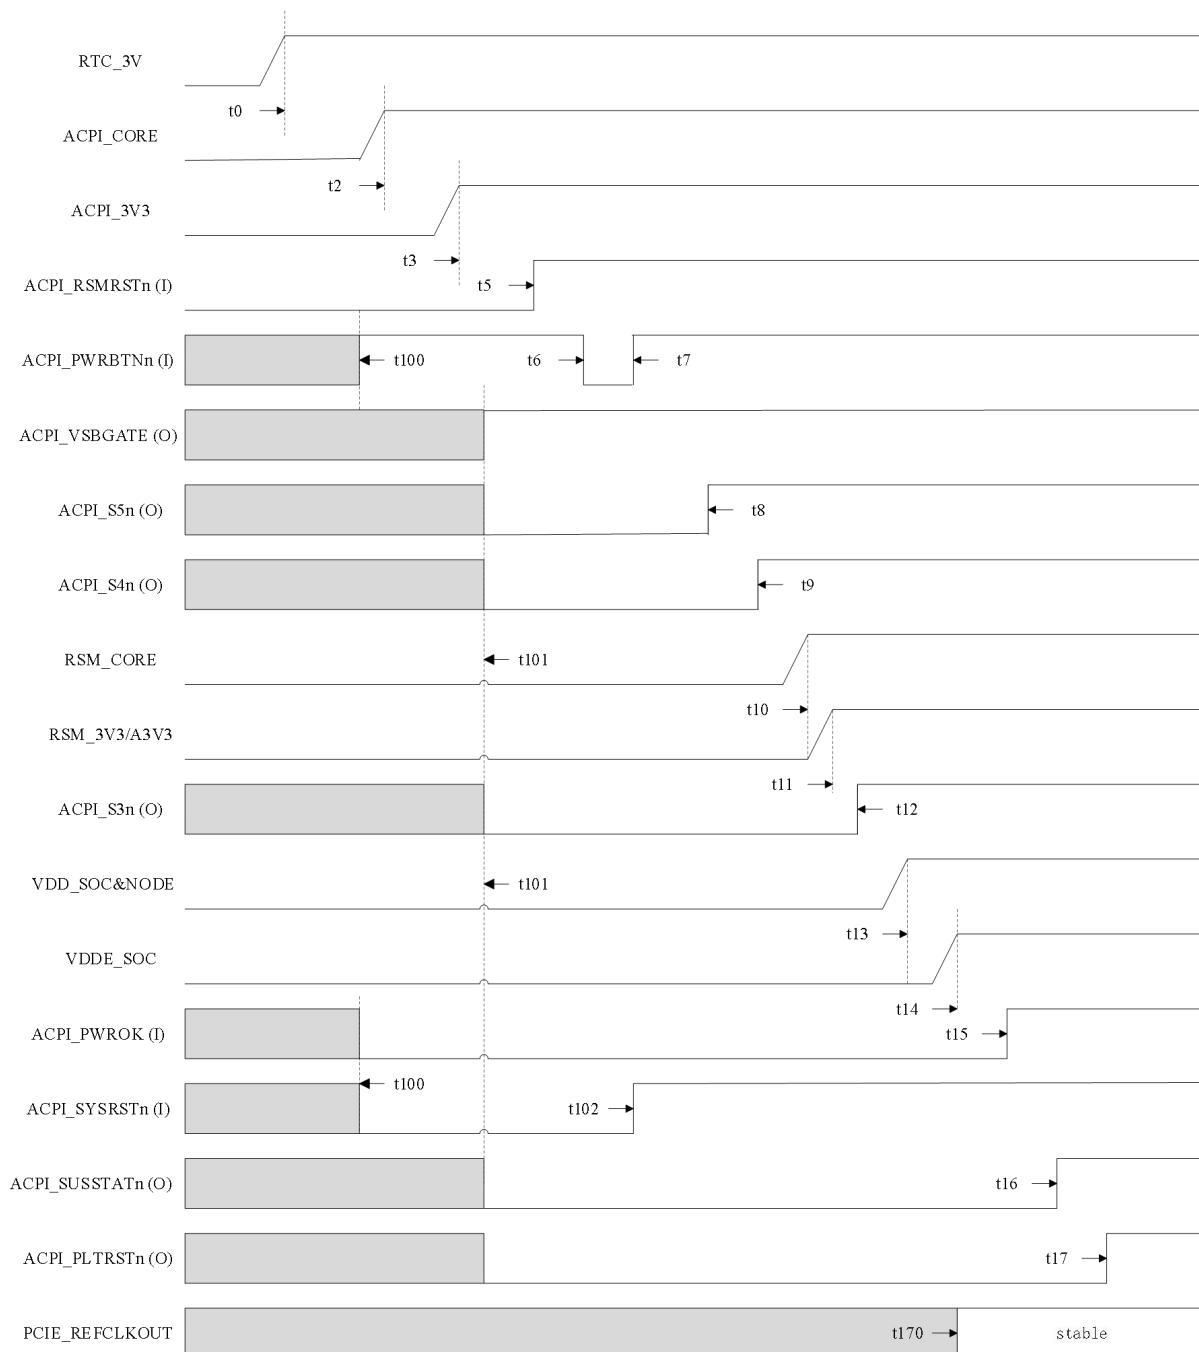

图 6-1 冷启动上电时序 (RTC 掉电)
8. 表 6-5 对时序的描述对应图 6-1，与上述注解不一致的描述以上述注解为准